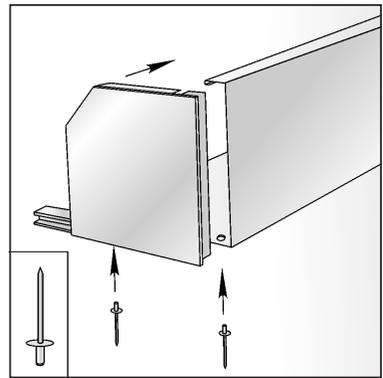

Abb. 12
- Stecken Sie einstellbare Kapsel APB in die Achtkantwelle von der dem Antrieb gegenüberliegenden Seite ein (Abb. 12);